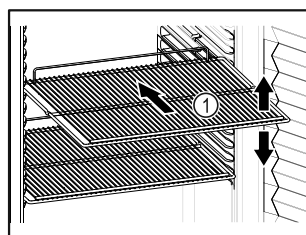

Fig. 59 Eksempelfremstilling
- Hvis oppbevaringshyllene Fig. 59 (1) kan flyttes, juster etter høyden.